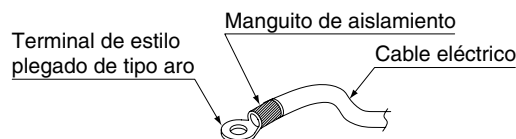

Fig. 6
- Utilice un terminal de estilo plegado de tipo aro para las conexiones al bloque de terminales eléctrico. **(Refiérase a la Fig. 6)**